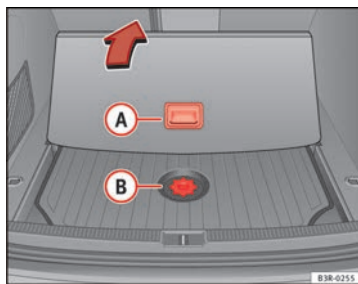

Fig. 193 Acceso a la caja de herramientas y gato
- Eche hacia atrás la cubierta de la superficie de carga agarrándola por el asidero (A) ⇒ fig. 193.
- Desenrosque el tornillo de fijación de la cubierta (B) ⇒ fig. 193.